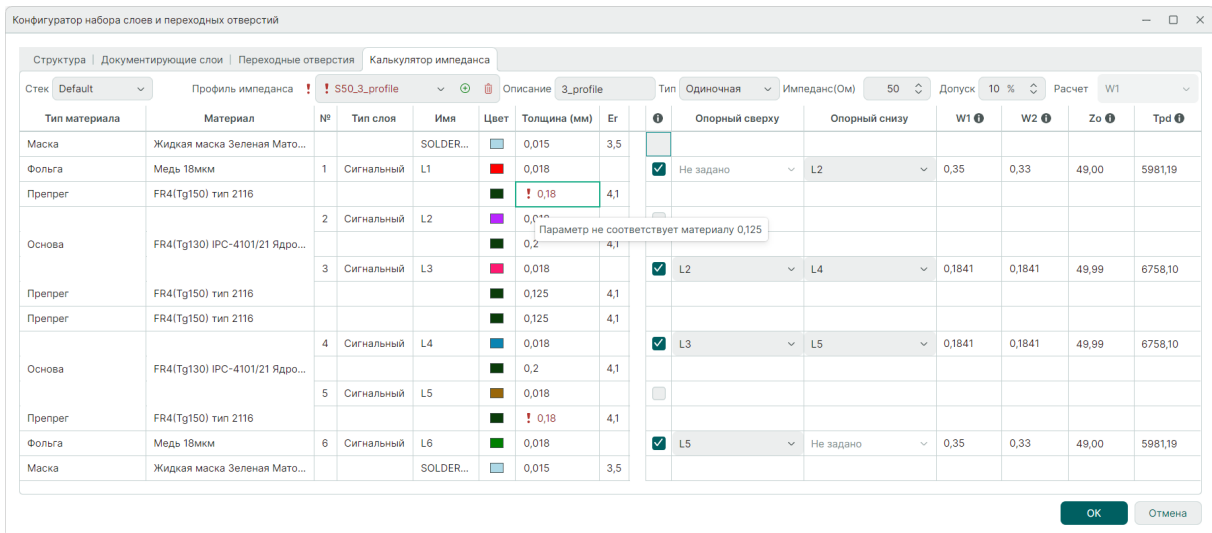

Рис. 48 Выбор толщины материала
6. В области структуры печатной платы для редактирования доступны поля в колонках «Толщина» и «Er» (диэлектрическая проницаемость). С помощью ввода значений в данные поля можно осуществить подбор параметров подходящих материалов. Материалы и их параметры для использования в стеке печатной платы должны быть определены в стандартах системы, поэтому введенное значение будет отслежено, а пользователь предупрежден о несоответствии параметра материала, см. Рис. 48.